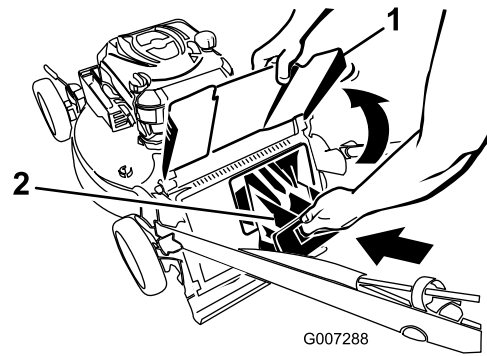

Figura 26
**Importante:** Asegúrese de que el tapón de descarga trasera está bloqueado en su sitio. Para bloquear el tapón: levante el deflector de descarga trasera (Figura 26), introduzca el tapón y presione firmemente hasta que encaje detrás de las pestañas, y gire la palanca del tapón a la izquierda (Figura 25).